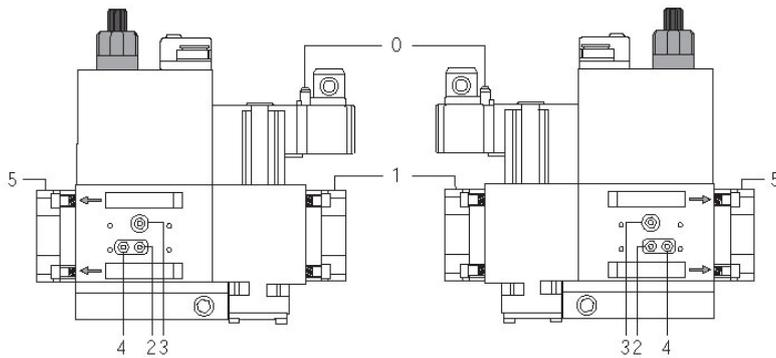
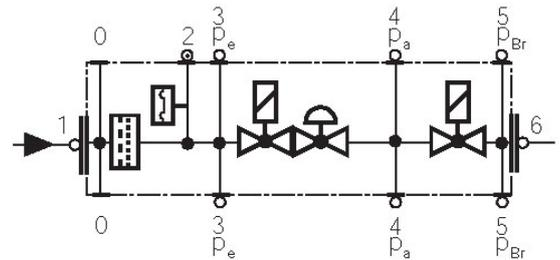

Fig. 45
Fig. 46
- Pulire o sostituire il filtro se la differenza di pressione fra i punti 1 e 2 (Fig. 45-Fig. 46)  $\Delta p > 10$  mbar.